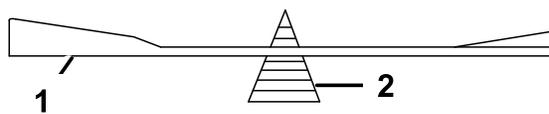

図 72
2. ブレードバランサーを使ってバランスを調べる 図 72。